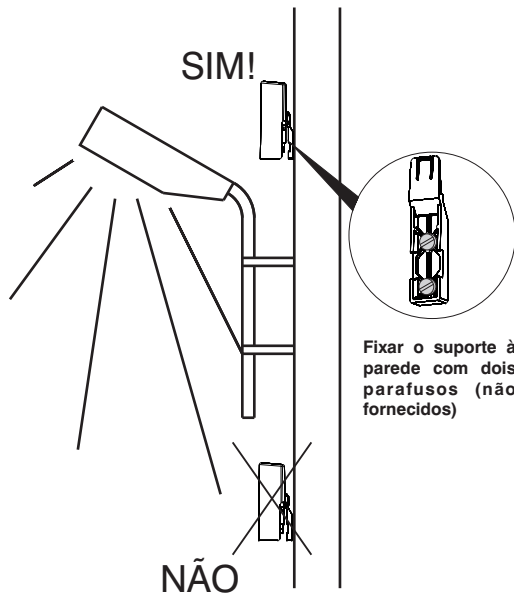

fig. 10
- na parede** usando o suporte de fixação na vertical com dois parafusos (não fornecidos) nos furos próprios (fig. 10);